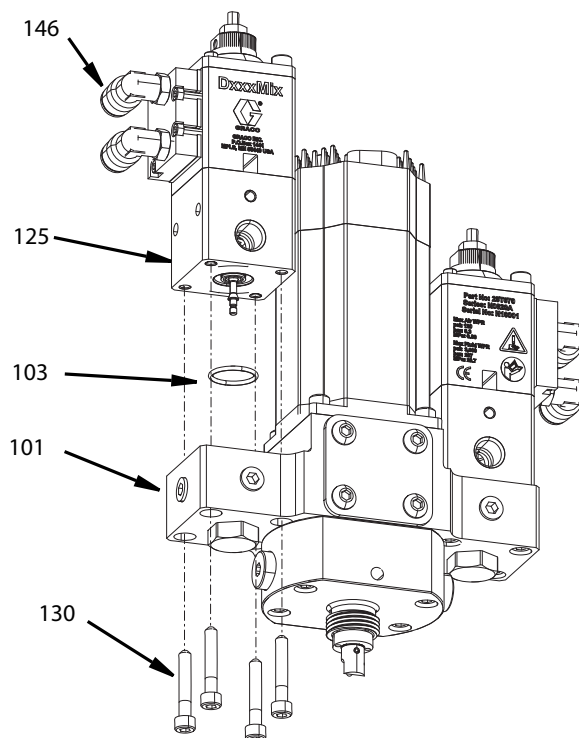

Рис. 28
3. Отсоедините 5/16" круглые нейлоновые трубки (141) от угольников (146).
4. С помощью 4 мм шестигранного ключа открутите четыре винта (130), используемых для крепления клапана (125) к корпусу основания (101).
5. Удалите уплотнительное кольцо (103). См. Рис. 28.